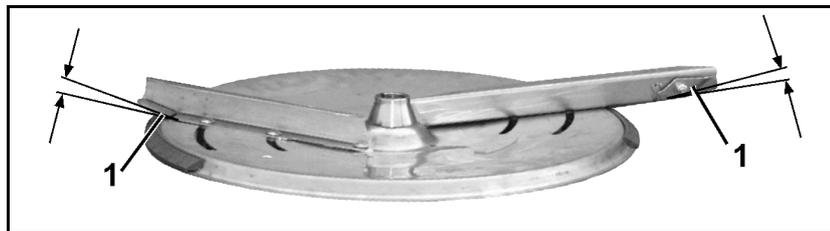

Fig. 57
3. Verschwenken Sie die Schwenkflügel (Fig. 57/1) der Streuschaufeln in die gewünschte Position für die Normal- oder Spätdüngung.